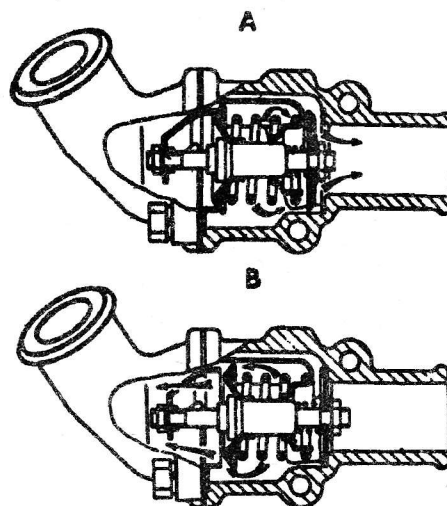

Рис. 13. Действие термостата:
**Термостат** (рис. 13) с твердым наполнителем, двух-клапанный, типа ТС-107-0 расположен в выходном патрубке головки цилиндров и соединен шлангами с водяным насосом и радиатором. Основной клапан термостата начинает открываться при температуре 78—82°C. При температуре 94°C он полностью открыт. При закрытом основном клапане жидкость в системе охлаждения двигателя циркулирует помимо радиатора через открытое седло дополнительного клапана, запрессованное в корпус термостата. При полностью открытом основном клапане дополнительный клапан перекрывает отверстие в седле, и вся охлаждающая жидкость циркулирует только через радиатор.